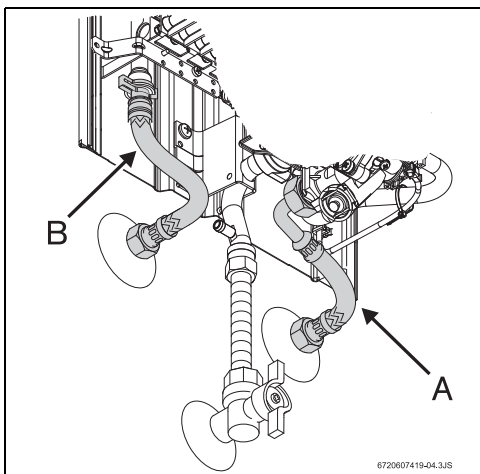

Рис. 11 Подключение водопровода
- ▶ Следить за тем, чтобы при подключении не перепутать место подсоединения водопровода холодной воды (рис. 11, поз. А - не поставляется с оборудованием) с местом подсоединения водопровода горячей воды (рис. 11, поз. В).